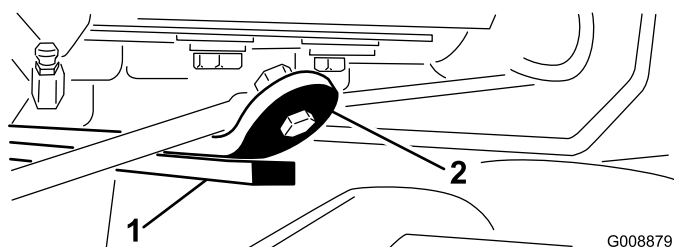

Рисунок 28
- 3. Запустите двигатель, поднимите подъемные рычаги и убедитесь в том, что зазор между износной накладкой в верхней части износной планки режущего блока и отбойной накладкой составляет от 0,51 до 2,54 мм (Рисунок 28).